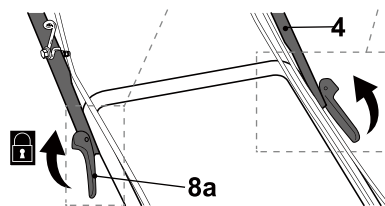

Fig. 4
6. Déplier la poignée supérieure (4).
7. Verrouiller les leviers de fixation (8a) pour la fixer (Fig. 4).